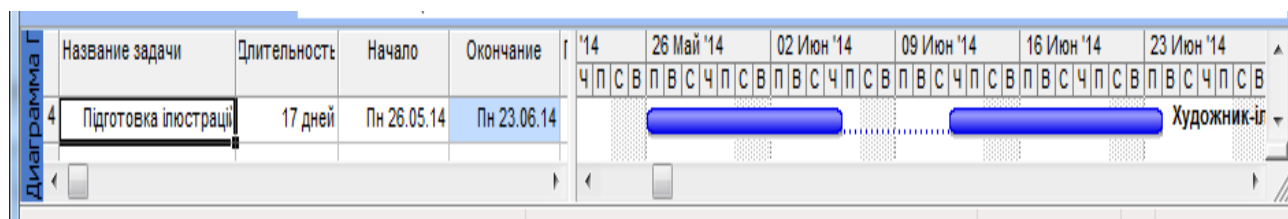

Рис. 20. Перервана задача
3. Якщо ресурс призначений на паралельні задачі, можна перервати одну з задач (тобто призупинити її виконання) на той період, коли ресурс перевантажений (рис. 20). Для переривання задачі потрібно відкрити діаграму Ганта і вибрати команду **Правка – Прервать задачу**.